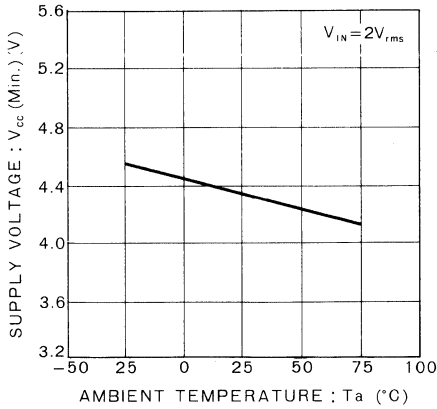

Fig.6 16点目点灯限界電源電圧 - 周囲温度特性
- 2) 16点目の電源電圧による点灯限界は, 温度によりFig.6に示すような特性をもっていますので注意してください。